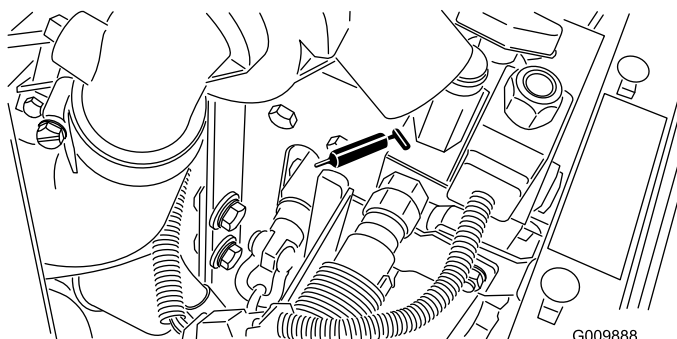

Figura 43
- Centragem neutra (Figura 43)